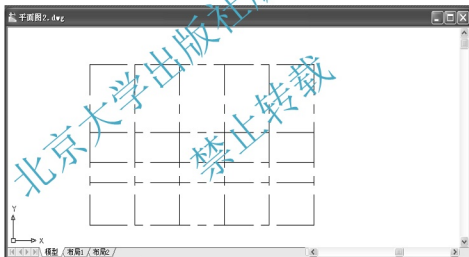

图 2.27 用【偏移】命令生成2~6轴线
① 在指定偏移距离或[通过(T)/删除(E)/图层(L)]<通过>:提示下,输入1轴线和2轴线之间的距离“3600”后按 Enter 键。
② 在选择要偏移的对象,或[退出(E)/放弃(U)]<退出>:提示下,单击选择1轴线,此时1轴线变虚。
③ 在指定要偏移的那一侧上的点,或[退出(E)/多个(M)/放弃(U)]<退出>:提示下,在1轴线右侧任意位置单击,则生成2轴线。
④ 在选择要偏移的对象,或[退出(E)/放弃(U)]<退出>:提示下,单击选择2轴线,此时2轴线变虚。
⑤ 在指定要偏移的那一侧上的点,或[退出(E)/多个(M)/放弃(U)]<退出>:提示下,在2轴线右侧任意位置单击,则生成3轴线。重复④~⑤步操作生成4、5、6轴线后按 Enter 键结束命令,结果如图2.27所示。